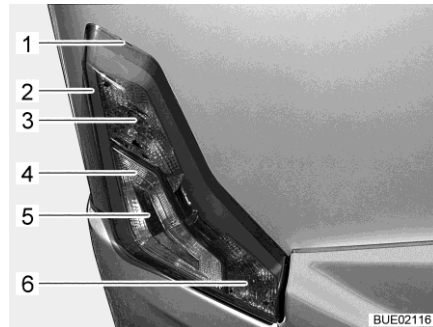

Fig. 291 Luces traseras
- Insertar una herramienta plana en la entalladura (Fig. 291,1) y desmontar la carcasa usando la herramienta con precaución como palanca.